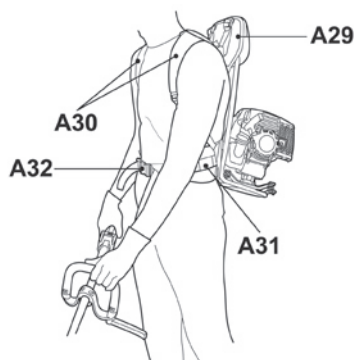

Fig. 37
- > Sitúe la mochila (A29) sobre sus hombros y asegúrela con la correa para la cintura (A31) y la hebilla (A32). Ajuste la longitud de las correas para los hombros y la cintura (A30/A31) según sus necesidades (Fig. 37).